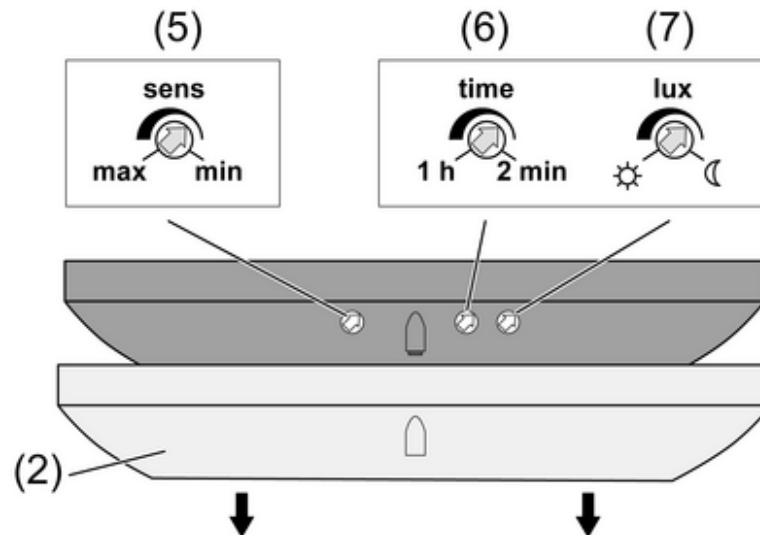

Bild 10: Einsteller
- Zierring (2) vom Präsenzmelder abziehen (Bild 10).